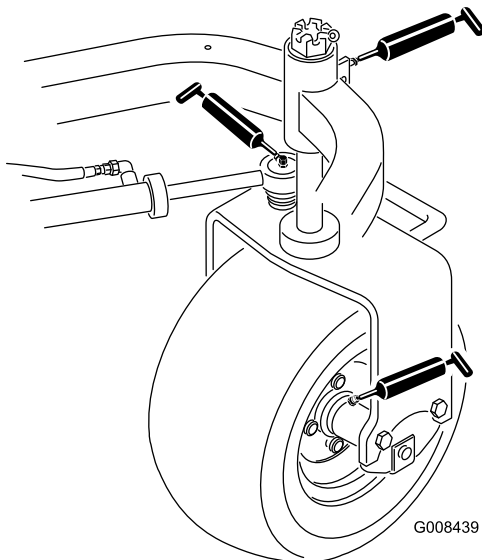

Bild 41
- Hinterradnabe (1) (Bild 41)
- Laufradlager (1) (Bild 41)
- Lenkzylinder (2) (Bild 41)